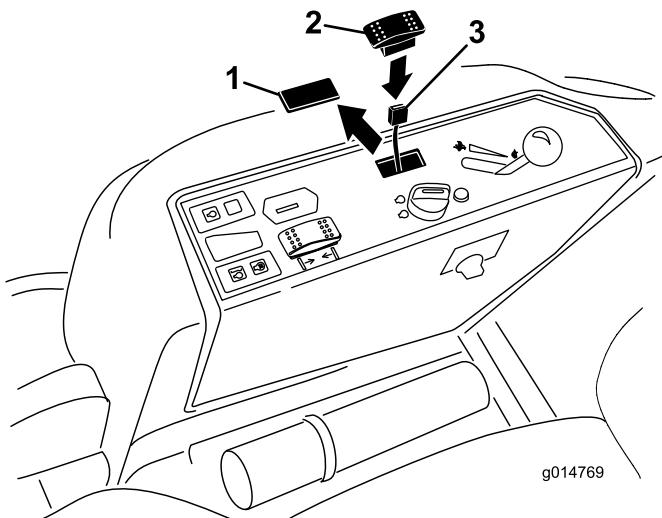

Bild 3
- Entfernen Sie die Blende vom Armaturenbrett, um das Befestigungsloch für den neuen Schalter freizulegen (Bild 3).
- Setzen Sie den Schalter in das Loch im Armaturenbrett ein (Bild 3). Positionieren Sie den Schalter so, dass er nach vorne gedrückt werden kann.